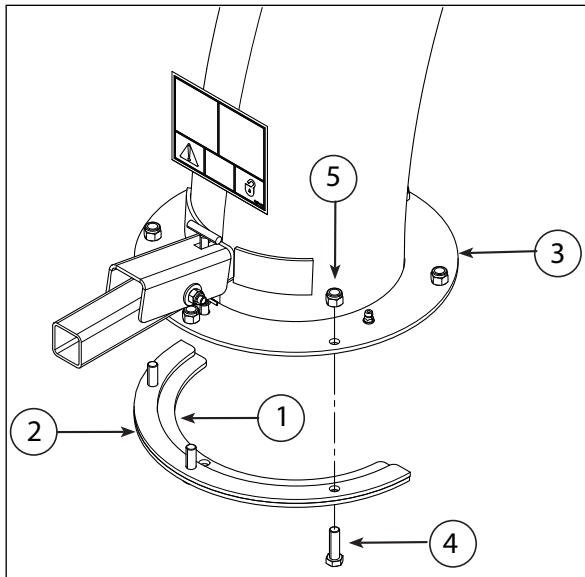

Figura 2.7 , Montaje del tubo de descarga
1. Coloque un anillo de fijación(1) y un anillo de intermediario (2) a la base del tubo de descarga(3) con tres pernos(4) de 3/8 x 1 1/4 pulg. (10 mm x 32 mm) y tuercas con cubierta de nylon(5). Apriete dejando un espacio libre de 1/16 pulg. (2 mm) para ayudar en el montaje a la brida. Ver Figura 2.7